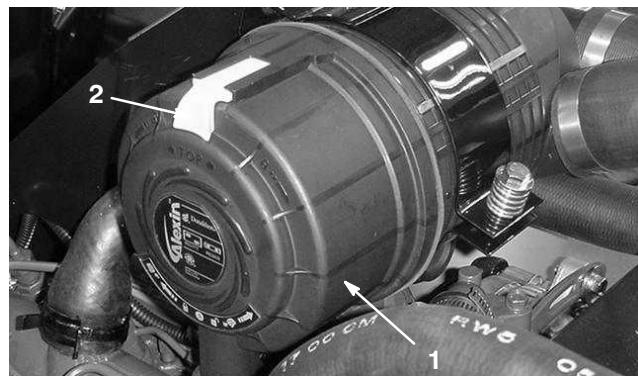

Bild 36
1. Lösen Sie die Laschen, mit denen die Luftfilter-abdeckung am Luftfilterkörper befestigt ist (Bild 36).